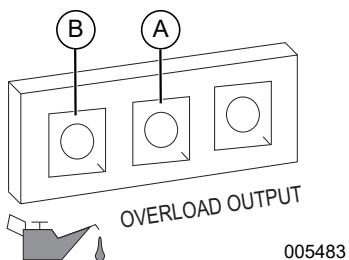

Figure 3-3. Défaillance sur arrêt
REMARQUE IMPORTANTE : Ne surchargez pas le générateur ou les prises individuelles du panneau. Voir Figure 3-3. En cas de surcharge, le témoin DEL de surcharge (A) s'allumera et la sortie c.a. sera coupée. Pour remédier à ce problème, voir section *Témoins d'état du générateur*. Lisez attentivement la section *Connaître les limites de son générateur*.
Le moteur est équipé d'un capteur de faible niveau d'huile conçu pour couper automatiquement le moteur lorsque le niveau d'huile chute en dessous d'un niveau spécifié, et ce afin d'éviter d'endommager le moteur. Voir **Figure 3-3** (B). Tant que le réservoir d'huile ne sera pas rempli au niveau approprié, le moteur ne fonctionnera pas.